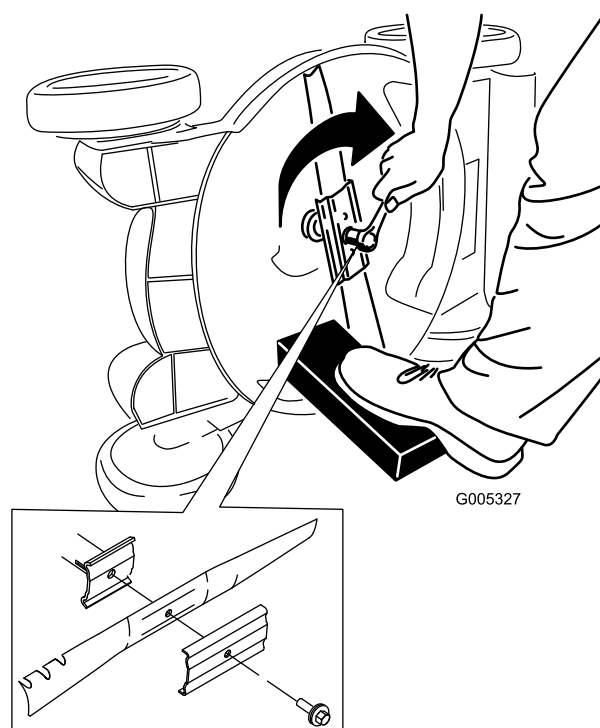

Figura 41
5. Montate la nuova lama usando la bulloneria di montaggio (Figura 41).